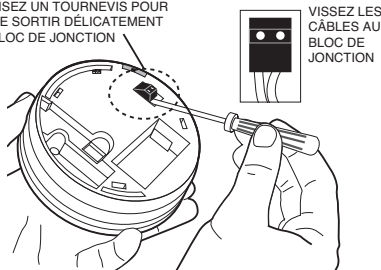

Figure 10b
4. À l'aide d'un petit tournevis, décollez le bloc de jonction en le soulevant verticalement (voir figure 10b).
5. Reliez les deux noyaux de câble au bloc de jonction (voir figure 10b) puis réinstallez le bloc de jonction sur les deux fiches de la plaque.